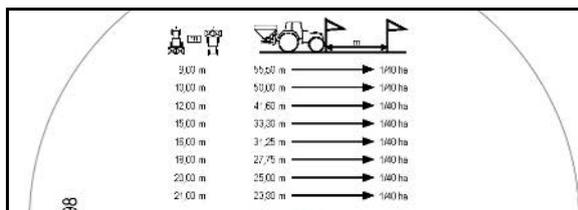
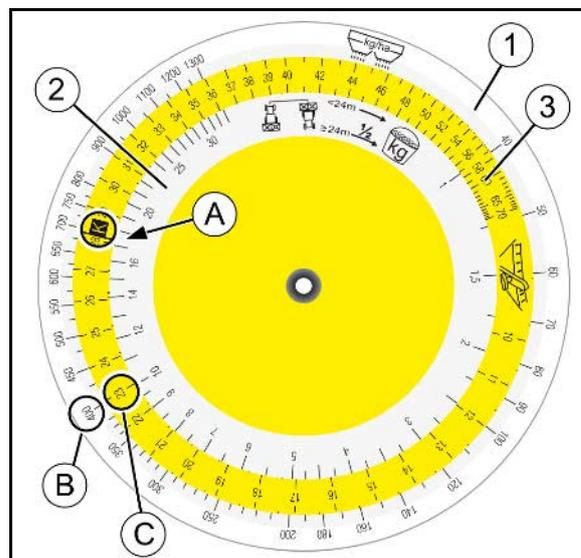

図 65
図 67
1. 收容容器 (図 67/1) をハンガー (図 67/2) で排出シュート (図 67/3) に掛けます。收容容器をクランプ装置 (図 67/4 と 図 65/1) にはめます。
2. 排出シュートのサイドシャッター (図 67/5) をロープ (図 67/6) でおよそ 5 秒間完全に開きます (肥料が同等に流れるようにするため)。このあとで、收容した肥料をブロードキャスターに再び入れてください。